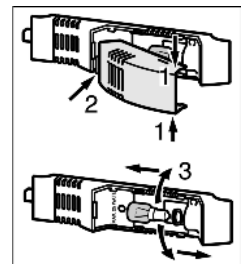

Fig. 8
- ▶ Het afdekkapje van de lamp boven en onder vastpakken *Fig. 8 (1)*.
- ▶ Het afdekkapje achter losklikken en verwijderen *Fig. 8 (2)*.
- ▶ De lamp vervangen *Fig. 8 (3)*.